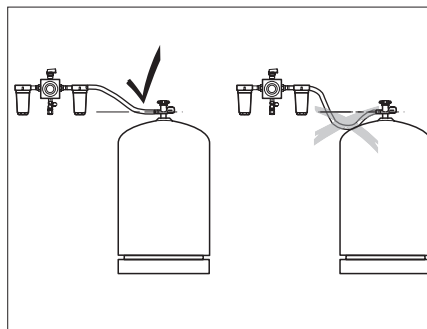

Bild 64 Lägga ut högtrycksslangar
- ▶ När du lägger ut högtrycksslangarna, ska du se till att de lutar uppåt (Bild 64).